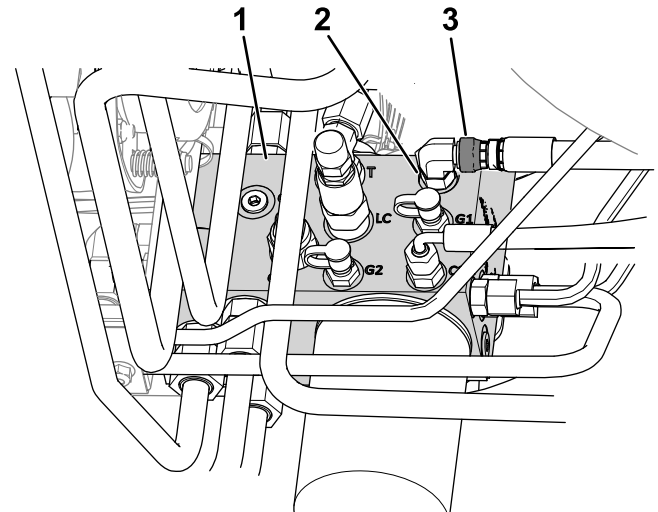

Figura 9
- B. Afloje la tuerca giratoria de la manguera conectada al orificio C1 del distribuidor hidráulico (Figura 9).
E. Apriete la tuerca giratoria de la manguera del orificio C1 (Figura 9) a 41 N·m (30 pies-libra).